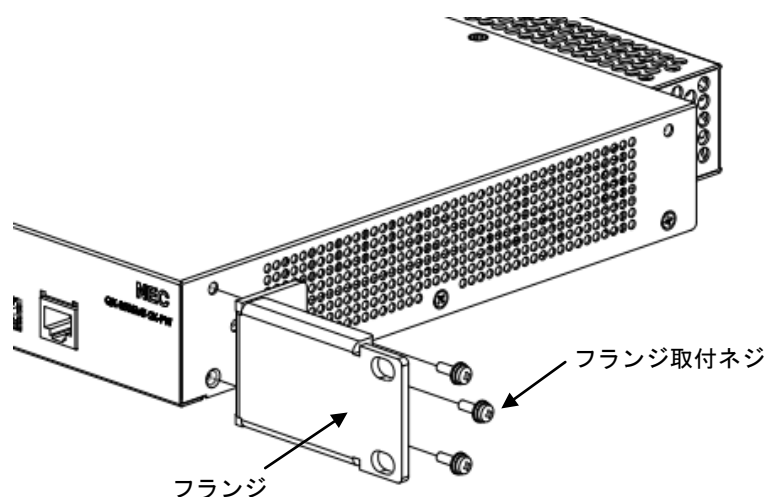

図 3-1 フランジの取り付け (QX-S505MT-2X-PW)
- 4) フランジ用として同梱されたネジを使用して、図 3-1に示すようにフランジを装置フロントパネル側に取り付けてください。